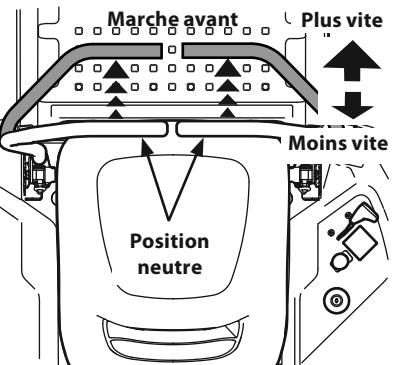

Figure 25
- Poussez les barres de conduite lentement et graduellement vers l'avant. L'appareil commencera à avancer. Voir Figure 25.